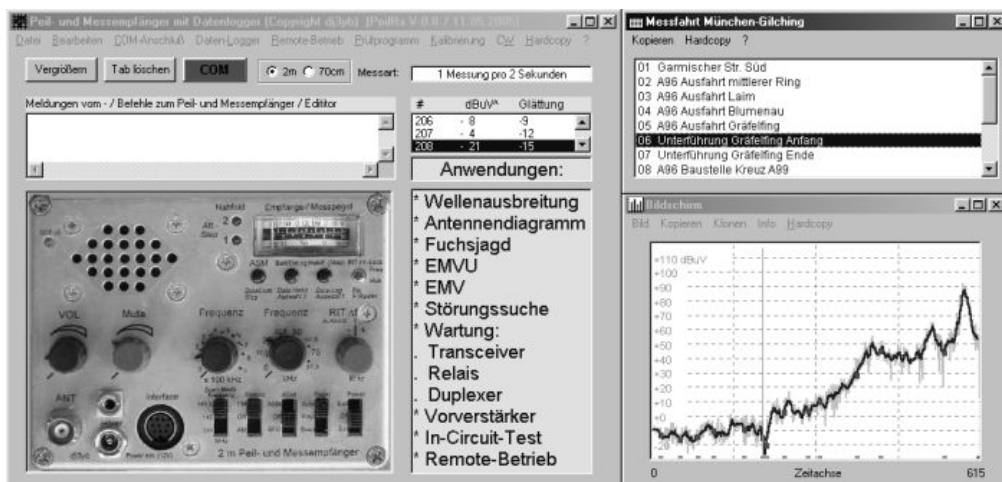
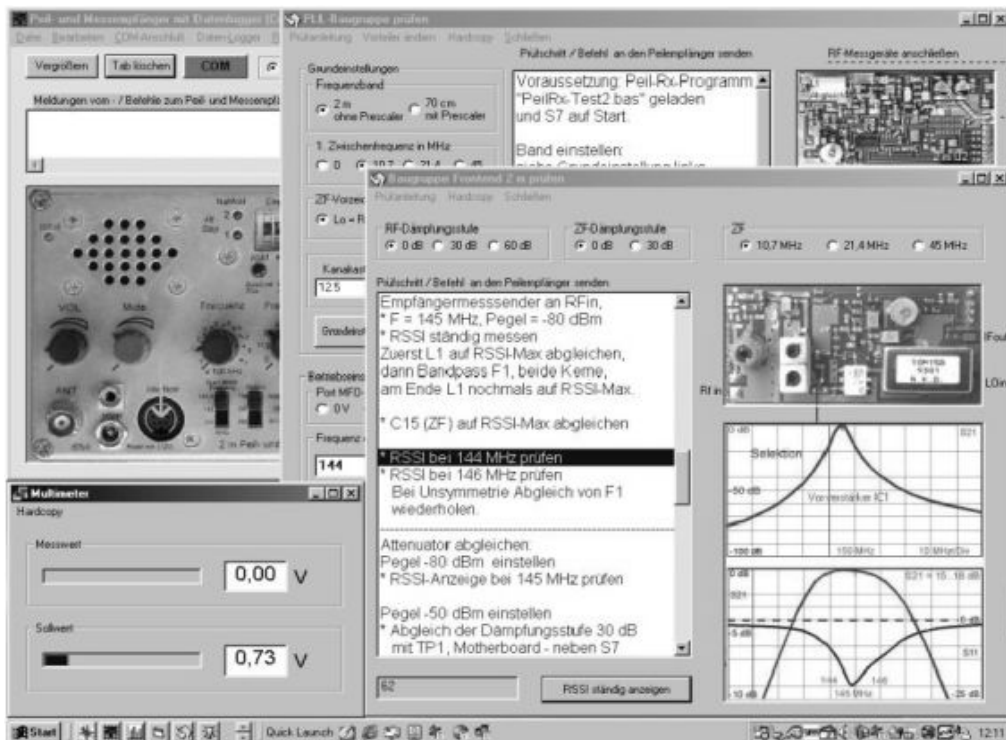

Bild 2, Windows-Programm „RxLab“: Wellenausbreitung, Streckenprofil einer Amateurfunkstelle
Bild 3, Windows-Programm „RxLab“: Baugruppenprüfung Frontend 2 m und PLL
- ✓ Wellenausbreitung: Messfahrten mit Aufzeichnung des Empfangspegels, *siehe Bild 2*
Die Datenschnittstelle ermöglicht auch eine Fernbedienung / Fernmessung und damit eine Vernetzung mit anderen Geräten oder Systemen. Die Vernetzung mit dem PC wird auch zum Prüfen und zum Abgleich des Geräts verwendet. Dazu wurde das in Bild 3 dargestellte Windows-Programm „RxLab“ entworfen. Darüber hinaus können mit ihm auch aktuelle oder gespeicherte Messwerte – siehe Bild 2 - zum PC übertragen und zu Graphiken weiterverarbeitet werden.